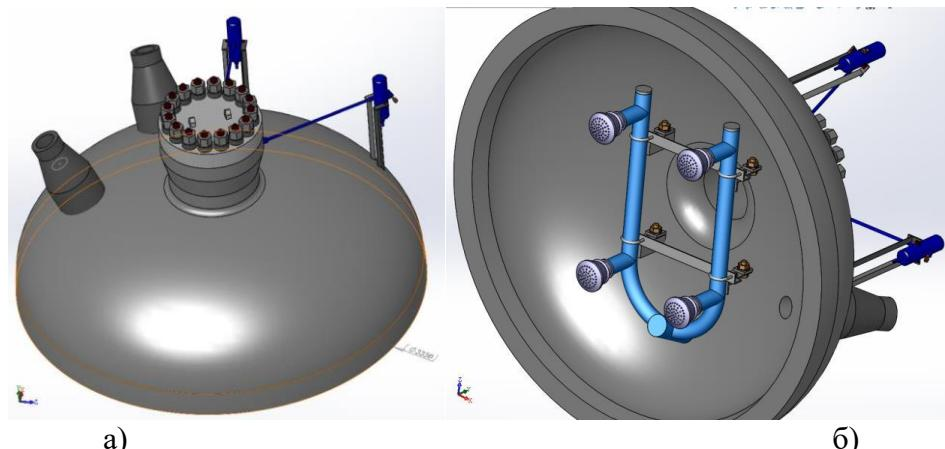

Рисунок 2.4 - Вид зверху (а), вид знизу (б) кришки компенсатору тиску
2. Кришка компенсатора тиску – містить товстостінну еліптичну кришку з внутрішньою пластировкою з нержавіючої аустенітної сталі, систему розбризкування теплоносія, витратомірні прилади (рис. 2.4).